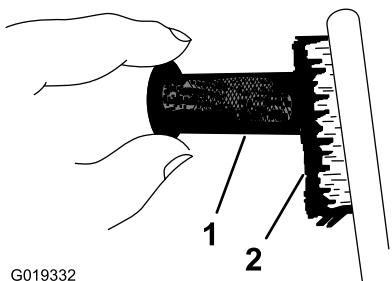

Рисунок 33
2. Отверните 3 винта (4 мм) из выхлопного дефлектора и снимите дефлектор (Рисунок 33).
- Тщательно удалите щеткой углеродные отложения на сетке искрогасителя (Рисунок 33).